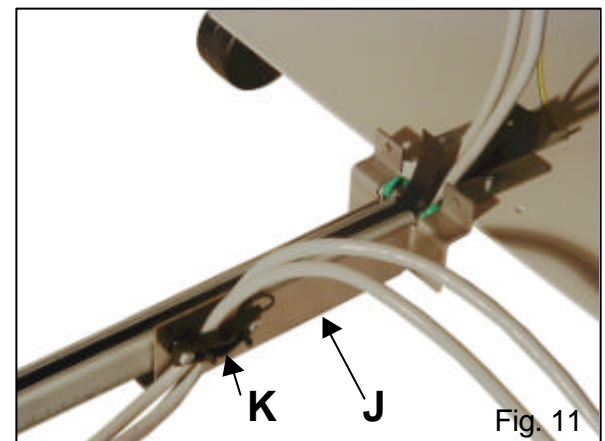

Fig. 11
11. Die Metall-Führung aus dem Montagematerial auf die Führungsschiene aufstecken und ganz Richtung Ausgabefach schieben (**Fig. 11, J**). Die Kabel in der Zugentlastung der Führung montieren (**Fig. 11, K**).